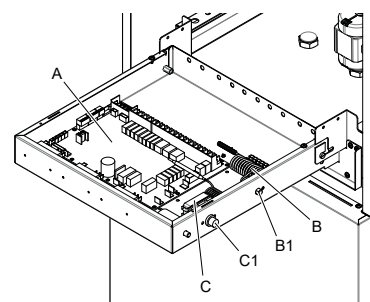

fig. 12 - vista interior del cuadro eléctrico
- A** Tarjeta hidráulica electrónica (fig. 12)
**B** Protección térmica de seguridad para resistencia eléctrica monofásica con botón de rearme manual (det. B1 fig. 12)
**C** Protección térmica de seguridad para resistencia eléctrica trifásica con botón de rearme manual (det. C1 fig. 12)